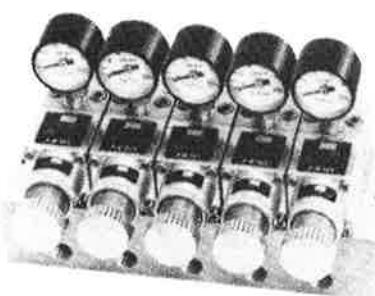

図1 マニホールド式
- ①最も一般的なもので、末端の空気圧機器全体に、一定の適正な圧力を安定供給する目的のもの
- ②部分的な圧力コントロールを目的とし、コンパクト化されたもの、たとえばサブベース、マニホールド式（図1）、スタッキング式（図2）など
- ③電磁弁とシリンダなどの間に設け、1次側の圧力が急激に0kgf/cm²になったとき、2次側の設定圧力を1次側に環流させる目的で、チェック機構の付いたもの